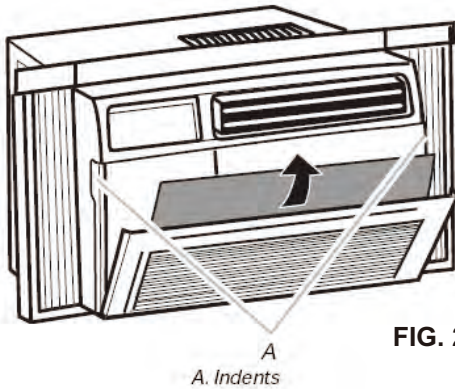

FIG. 21
1. Retirer le filtre en retirant les embouts de la porte du filtre à l'avant de l'appareil. (Voir la FIG.21).